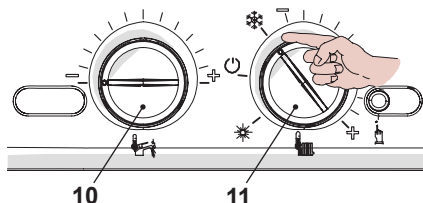

Рисунок 2.3
- Поверните переключатель 11, как показано на рисунке, см. Рисунок 2.3.